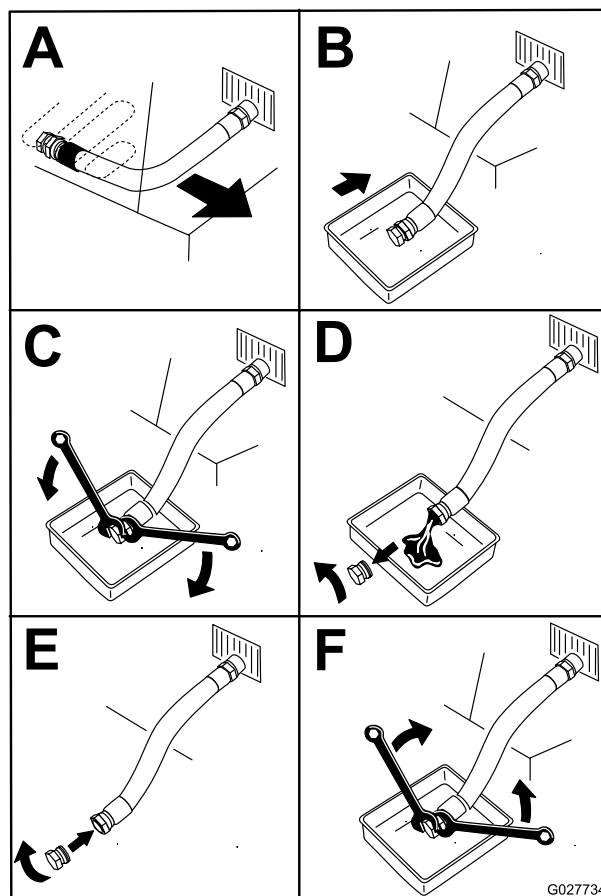

Figura 59
5. Spurgate l'olio dal motore (Figura 59).